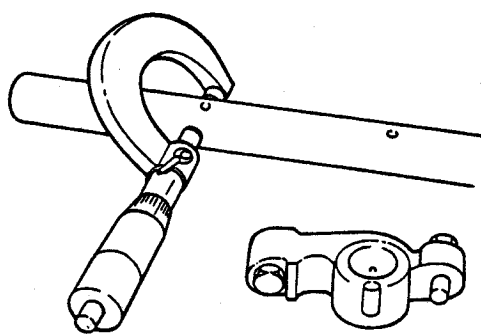

Fig. 26 Mesure de l'axe de culbuteur
4. Vérifier l'usure de l'axe de culbuteur à l'aide d'un palmer (fig. 26). Diamètre mini. 11,57 mm.